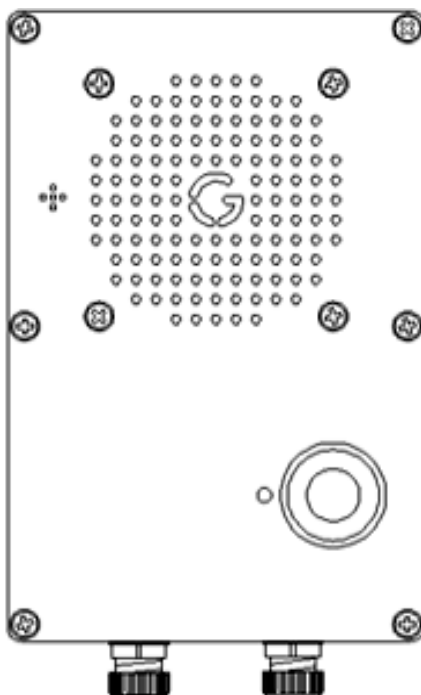

Рисунок 3. Внешний вид прибора АДФ-24Б
5.1. Корпус прибора АДФ-24Б (рис.3) выполнен из алюминия и окрашен в оранжевый цвет порошковой эмалью. В нижней правой части находится резиновая кнопка вызова и 2-х цветный светодиод, в центре верхней части корпуса расположена защитная решетка динамика, слева от которой имеется защитная решетка микрофона. Кабель электропитания и линии связи подключается через соответствующие гермовводы, расположенные в нижней части корпуса.